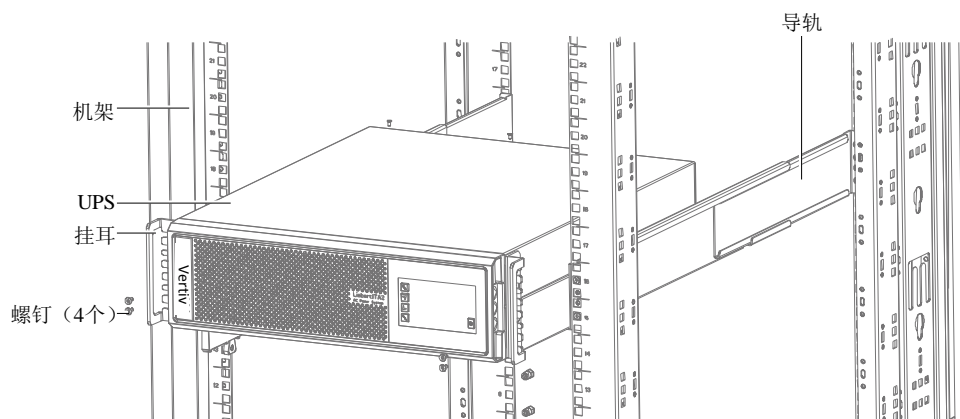

图2-15 安装 UPS
3. 将 UPS 置于机架的导轨上，推入 UPS 直到推不动为止。使用 M6×16 螺钉（4 个）将 UPS 通过挂耳固定在机架上，如图 2-15 所示。